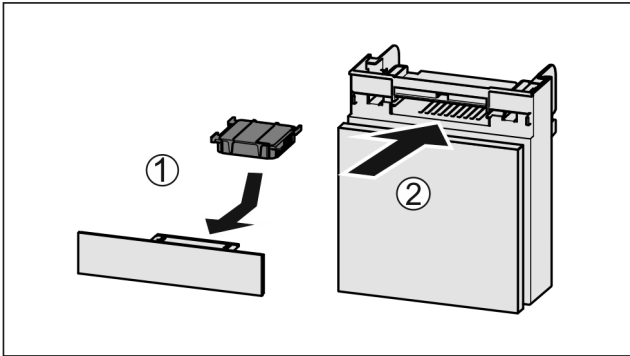

Fig. 128
- ▶ Aseta aktiivihiihisuodatin kuvan mukaisesti paikoilleen Fig. 128 (1).
- ▶ Työnnä lokero kiinni Fig. 128 (2).